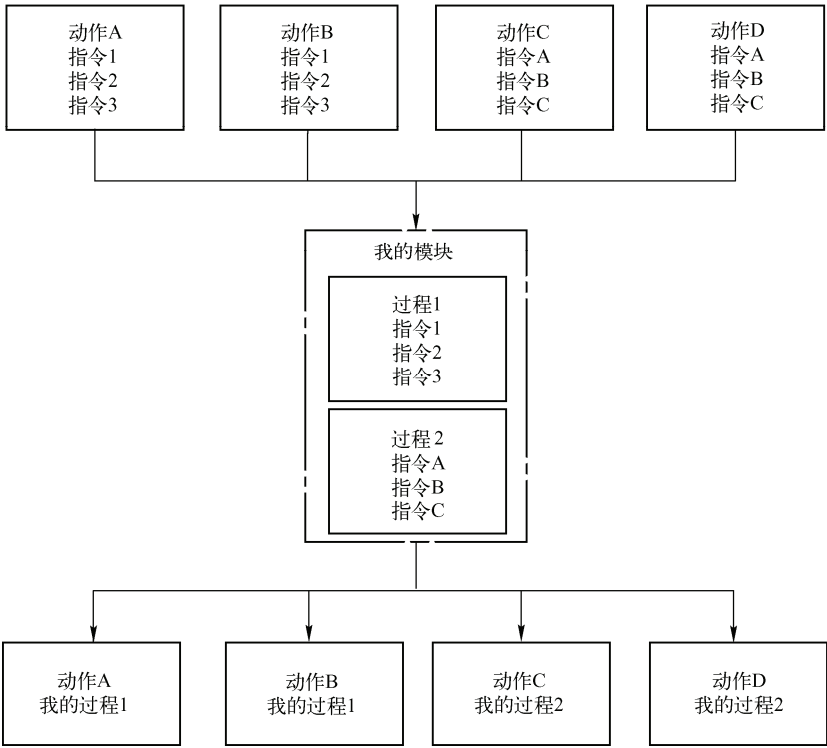

图 10-18 过程、模块和动作的关系
1) 使用过程。VBS 过程是一段代码，它仅创建一次，并可在项目中多次重复使用。代码经编写后保存在过程中，过程通过动作中的当前参数或其他过程调入，这样就不必重复地输入相同的代码。该代码结构比较清晰且易于维护，如图 10-18 所示。